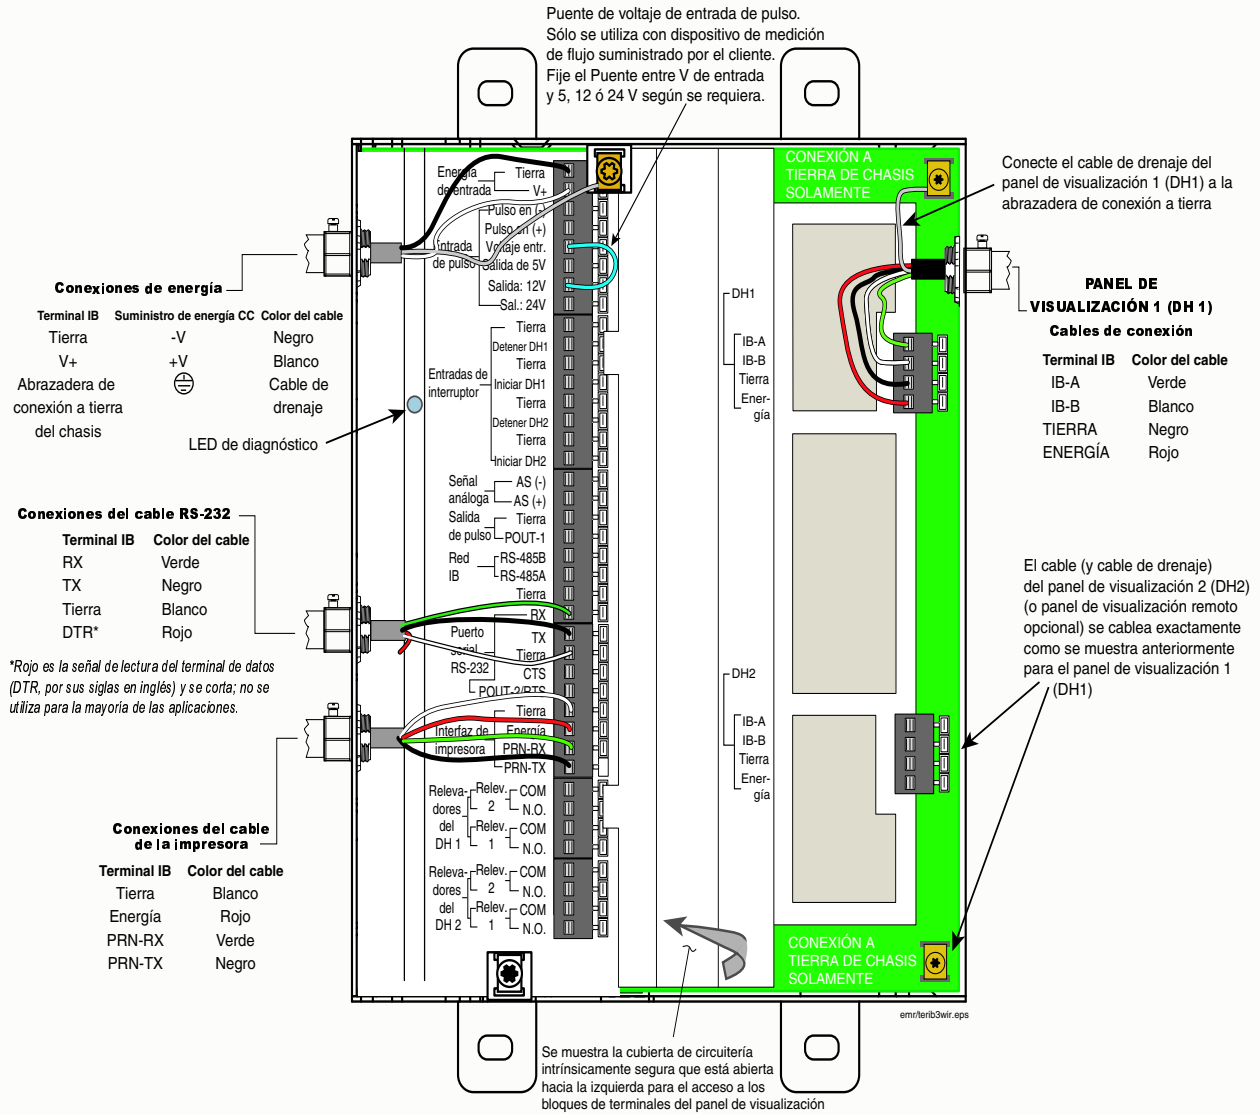
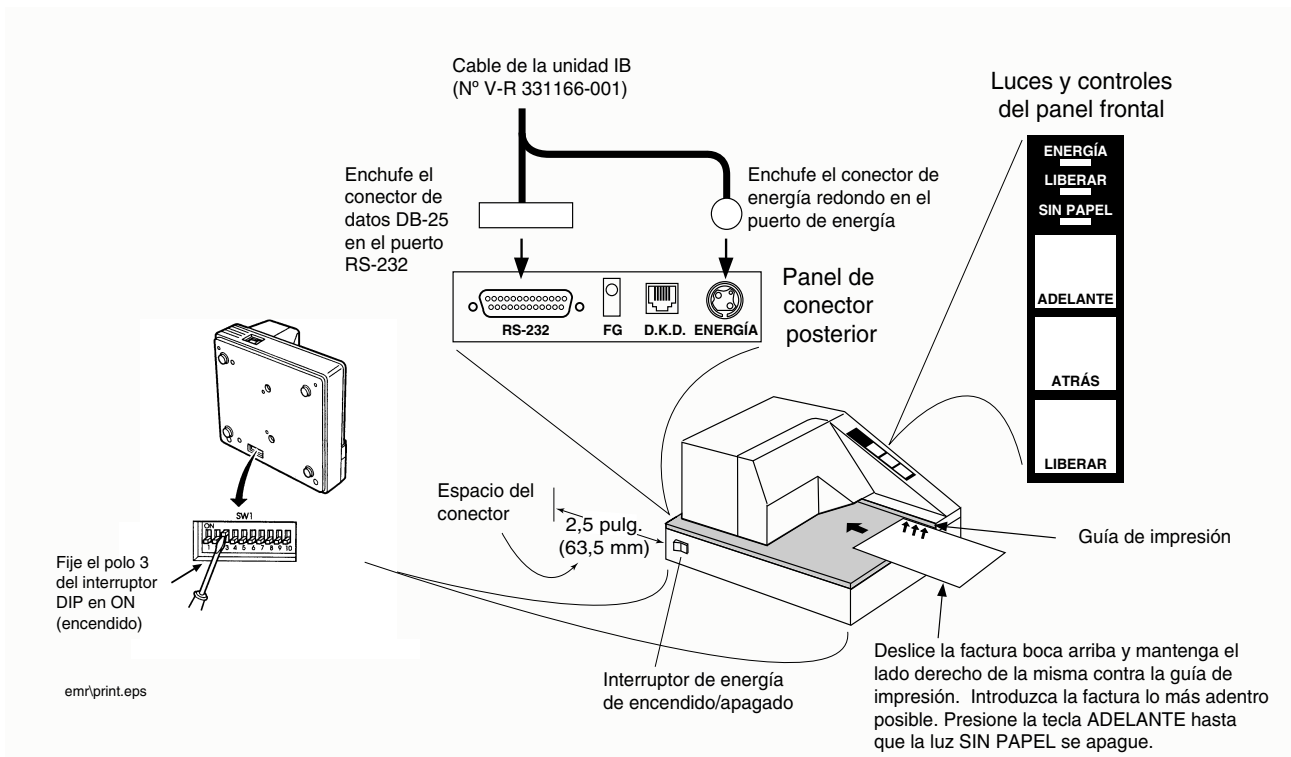

Figura 31. Cableado de la IB terminal
Figura 33. Impresora TM-295
2. La tabla 12 y la figura 31 muestran las conexiones terminales del cableado del lado energizado de la IB. Use los agujeros ciegos del lado energizado (lado izquierdo de la IB) para todos los cables que se conectan a este bloque terminal.
3. La tabla 13 y la figura 31 muestran las conexiones terminales del cableado inherentemente seguras de la IB. Use los agujeros ciegos inherentemente seguros (lado derecho de la contratapa de la IB) para las entradas del cable del panel de visualización. El alambre de descarga a tierra en cada panel de visualización se debe conectar a la abrazadera a tierra del chasis adyacente.
La impresora de facturas Epson TM-292 de matriz de punto se coloca en un escritorio en la oficina de la estación. En el juego de la impresora se incluyen un cable de energía/datos. La figura 33 muestra las luces y controles del panel frontal y las conexiones posteriores del panel a la impresora TM-295.
La figura 33 también ilustra la configuración requerida del interruptor DIP 3 del código de dirección de la impresora TM-295 (localizado en la base de la impresora).
Conecte los cuatro hilos del cable de energía/datos de la impresora a los terminales correspondientes del lado energizado del bloque terminal de la IB (figura 31) y el conector DB-25 y el conector de energía redondo a los conectores correspondientes de la parte posterior de la impresora (figura 33).